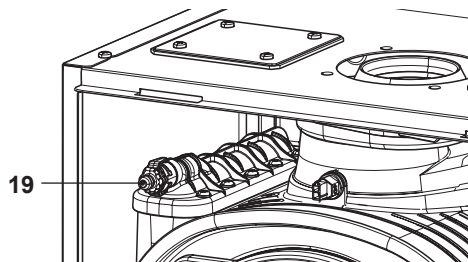

Figura 6.4
- Prima di allentare il raccordo di sfogo scambiatore primario condensante 19 in Figura 6.4 collegare un tubicino di scarico al portagomma per far defluire l'acqua in uscita.